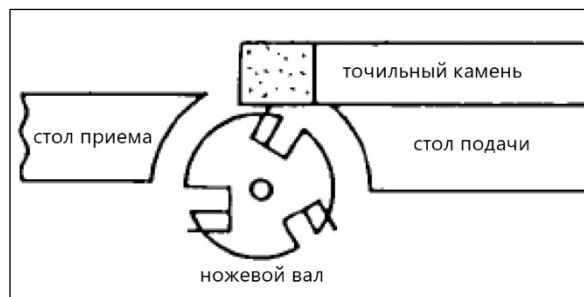

Рисунок 25.
- Чтобы защитить загрузочный стол от царапин, частично покройте точильный камень бумагой (рис. 25).